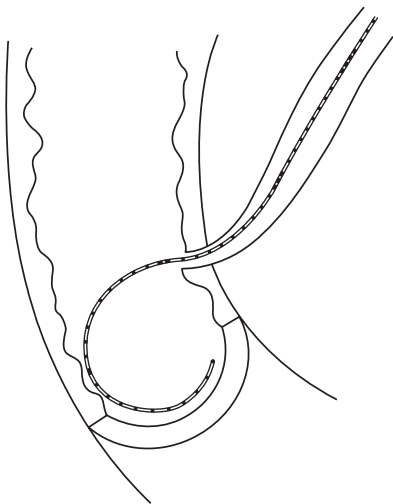

Fig. 2
5. All'interno del duodeno devono essere avvolti a spirale circa 15-20 cm di filo guida flessibile, per evitare che lo stesso venga rimosso inavvertitamente; la posizione del filo guida deve essere confermata tramite controllo fluoroscopico. **(Fig. 2)**